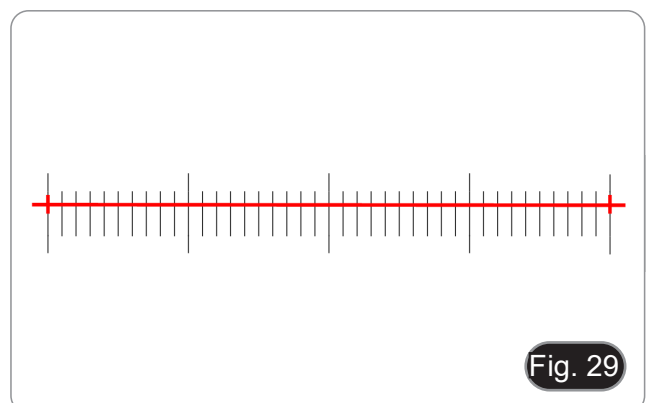

Fig. 29
4. Ajustar las posiciones de los puntos de inicio y final de la calibración para que la línea de calibración coincida con la escala del micrómetro y tratar de seleccionar la longitud máxima que se puede. (Fig. 29)